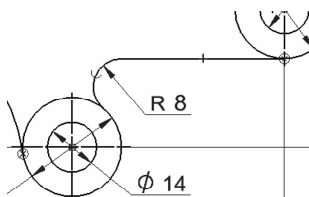

图 6-153 标注尺寸
(19) 单击【绘制草图】选项卡【尺寸】区域下的  【智能尺寸】按钮，标注刚才绘制的圆角尺寸，放置在合适位置，如图 6-153 所示。